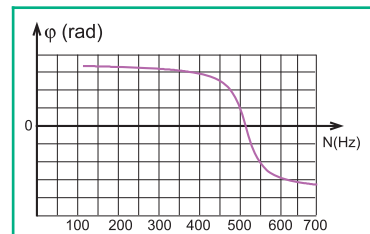

Fig.6b : Evolution de la phase initiale  $\varphi$  en fonction de  $N$
- le tracé de la figure 6b représentant l'évolution de la phase initiale  $\varphi$  de l'intensité  $i$  en fonction de  $N$ .